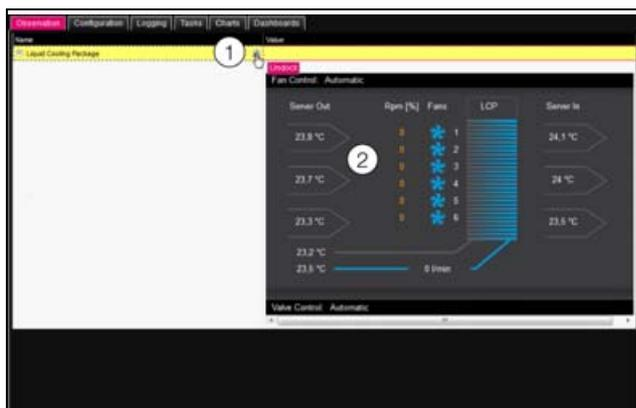

Imagen 84: Representación gráfica
La indicación cambia a la representación gráfica (imagen 84) y todos los estados y velocidades de los ventiladores, valores de temperatura de la entrada y salida de servidores, así como el modo de regulación de los controles de ventiladores y agua pueden visualizarse simultáneamente y modificarse con tan sólo clicar sobre el gráfico (imagen 84, pos 2).
Si tras seleccionar el nivel «Liquid Cooling Package» se ha preseleccionado la representación gráfica (imagen 84), podrá acceder a la estructura de árbol de la siguiente forma:
■ Haga clic sobre del símbolo «Grafik» en color gris tras la entrada «Liquid Cooling Package» (imagen 84, pos 1).